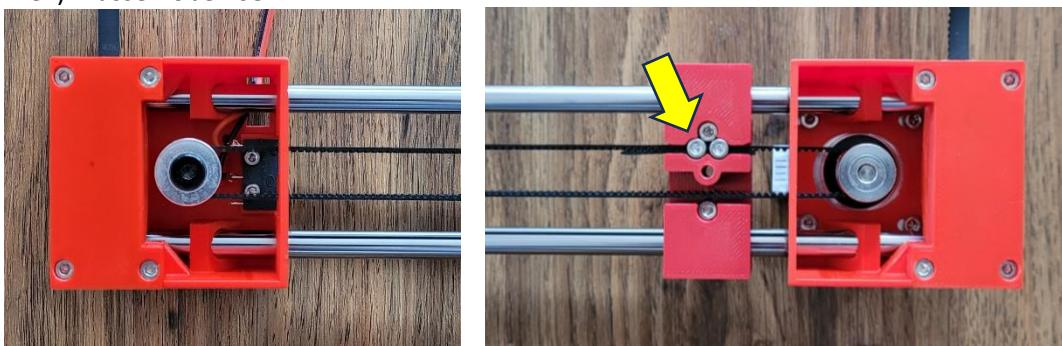

Abbildung 24: Ausrichtung des X-Schlittens
2. Schiebe nun ganz vorsichtig das Bauteil X-Schlitten.stl auf die beiden Linearstangen. Achte auf die richtige Ausrichtung des Bauteils gemäss «Abbildung 24»: Der X-Motor ist auf der rechten Seite und der X-Schlitten ist so aufgeschoben, dass die beiden Enden des Zahnriemens oben sind.
7. Überprüfe nochmals die korrekte Ausrichtung aller Bauteile anhand «Abbildung 24». Lege die X-Achse so vor dich hin, dass der X-Motor rechts ist. Die Enden des Zahnriemens (gelber Pfeil) müssen oben sein.